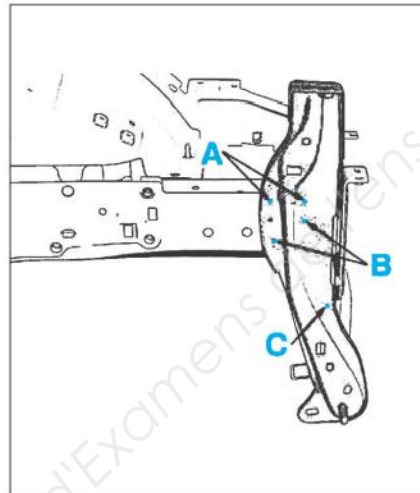

FIG. 3
- Dépointer aux endroits indiqués A,B et C (Fig.3).